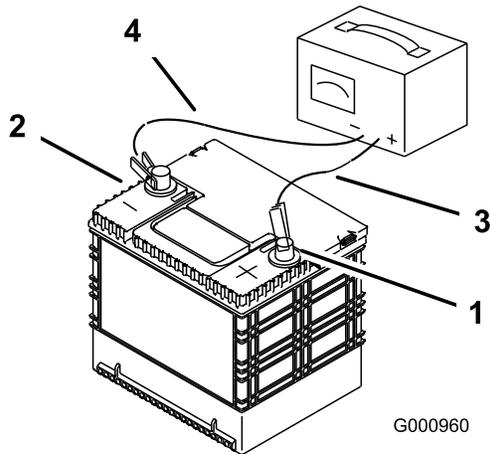

Bild 52
- Wenn die Batterie ganz aufgeladen ist, ziehen Sie den Stecker des Ladegeräts aus der Dose. Klemmen Sie dann die Klemmen des Ladegeräts von den Batteriepolen ab (Bild 52).